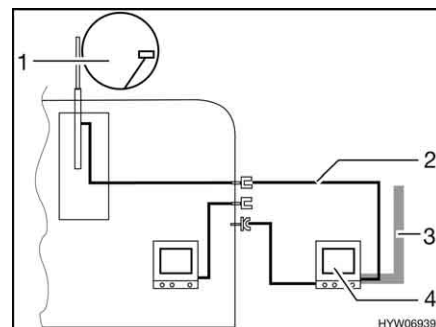

Fig. 103 TV nella tenda veranda
- TV nella tenda veranda (Fig. 103,4): Collegamento all'antenna del tetto (Fig. 103,1) con cavo di collegamento (Fig. 103,2)
- TV nella tenda veranda (Fig. 103,4): Collegamento a antenna esterna (Fig. 103,3)